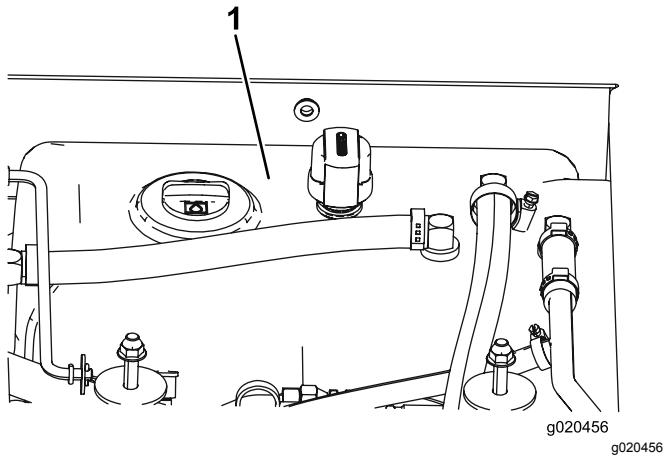

Figura 105
4. Llene el depósito (Figura 105) con fluido hidráulico; consulte Comprobación del fluido hidráulico (página 75).